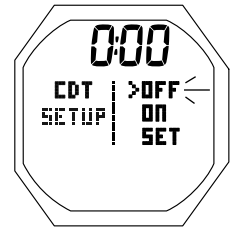

Fig. 6A - CONFIGURATION DU MINUTEUR DE COMPTE À REBOURS (Off, pas encore réglé)
**CONFIGURATION DU MINUTEUR DE COMPTE À REBOURS (CDT SETUP) :** paramètres affichés (Fig. 6A/B)